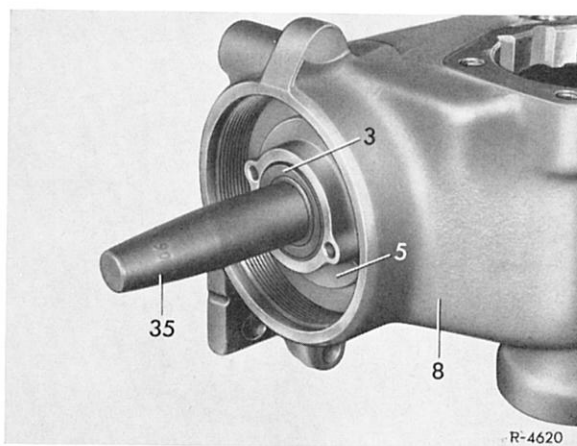

Bild 46–18/6
23 Oberen Kugelkäfig auf die Lenkschnecke auflegen. Einführhülse (35) auf die Lenkschnecke aufschieben und Einstellring (5) in das Lenkgehäuse (8) einige Gewindegänge einschrauben, dann Einführhülse abnehmen und Einstellring so weit anziehen, daß sich die Lenkwelle noch leicht drehen läßt (Bild 46–18/6).